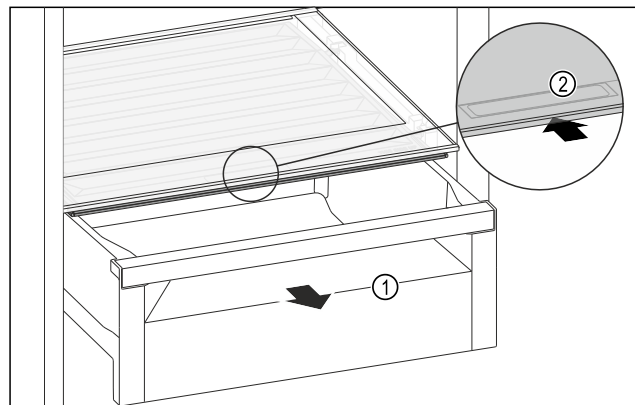

Fig. 85
- Retirer le tiroir Fig. 85 (1).
- Saisir la poignée encastrée Fig. 85 (2) du couvercle du compartiment et pousser le couvercle du compartiment vers l'arrière.